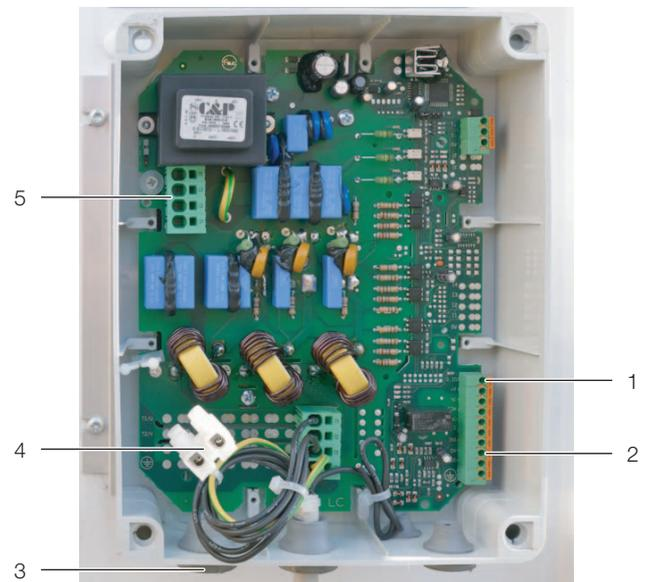
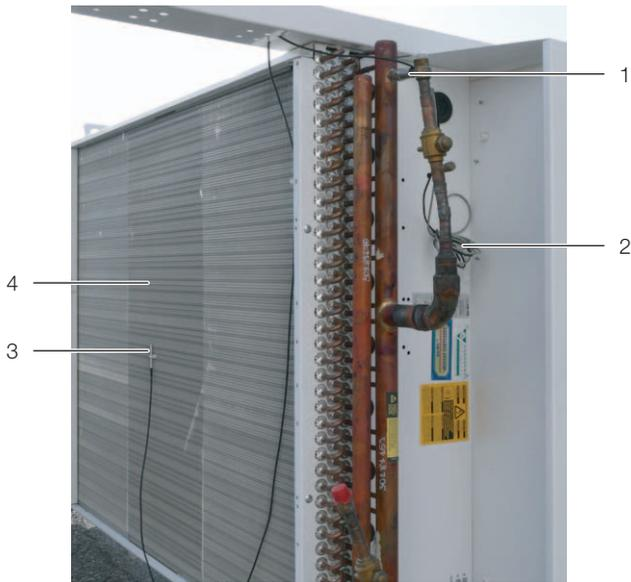

Abb. 28: Elektroanschluss am Verflüssiger zur indirekten Freikühlung
Abb. 29: Anschluss der Sensoren
Am Verflüssiger zur indirekten Freikühlung erfolgt der Anschluss der Spannungsversorgung im Anschlusskasten (Abb. 28, Pos. 3).
- Schließen Sie das Kabel an den Anschlussklemmen (Abb. 28, Pos. 5) entsprechend an.
Die Steuer- bzw, Signalleitungen müssen ebenfalls zwischen den entsprechenden Anschlusspunkten am Verflüssiger zur indirekten Freikühlung (Abb. 28, Pos. 1, 2 und 4 sowie Abb. 29, Pos. 2) und der Elektronikbox am LCP DX/FC verlegt werden. In der Elektronikbox erfolgt der Anschluss an der Klemmleiste X2A.